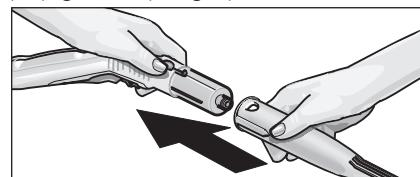

Fig. 2: Påsætning af tilbehør på damppistolen
- Forbind den ønskede tilbehørsdel (D1,E1,F1) med damppistolen (C1). Stik den rørformede ende af det valgte stykke tilbehør på dampistolens (C1). Skub tilbehørsdelen på dampistolens og lad åbnetasten (C3) gå i hak (se fig. 2).